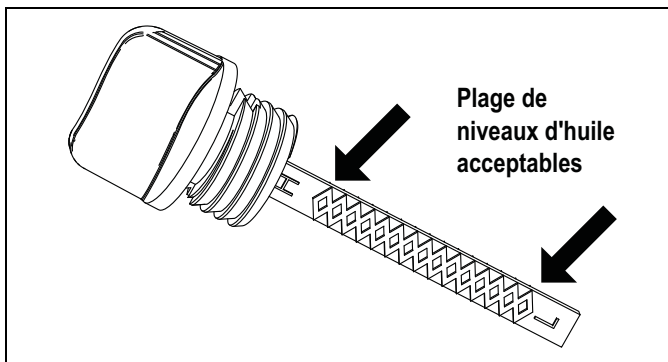

Figure 6-2. Jauge
5. Si le niveau est bas, ajoutez de l'huile jusqu'à ce que le niveau se situe entre les marques « L » et « H » sur la jauge (Figure 6-2).